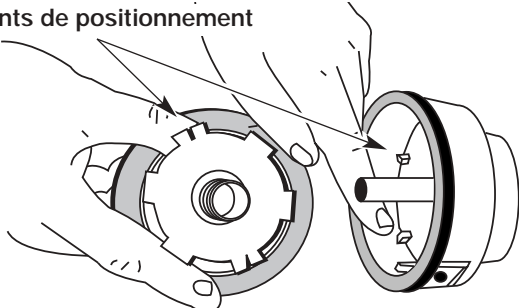

Figure 14
- Vérifiez l'état d'usure des dents de positionnement du moulinet et de la bobine (Fig. 14). Enlevez les ébarbures ou remplacez le moulinet et la bobine au besoin.